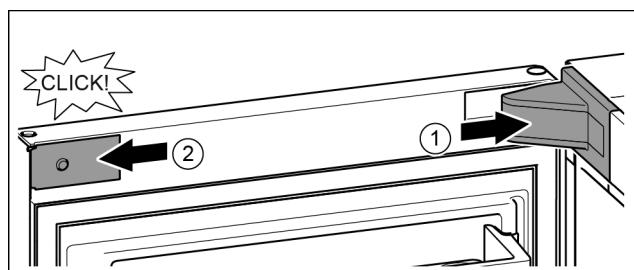

Fig. 18
- ▶ Nasadíte a zaklapnete kryt stojanu ložiska, příp. opatrně přitlačte od sebe. Fig. 18 (1)
- ▶ Z boku nasadíte záslepku a zaklapnete. Fig. 18 (2)